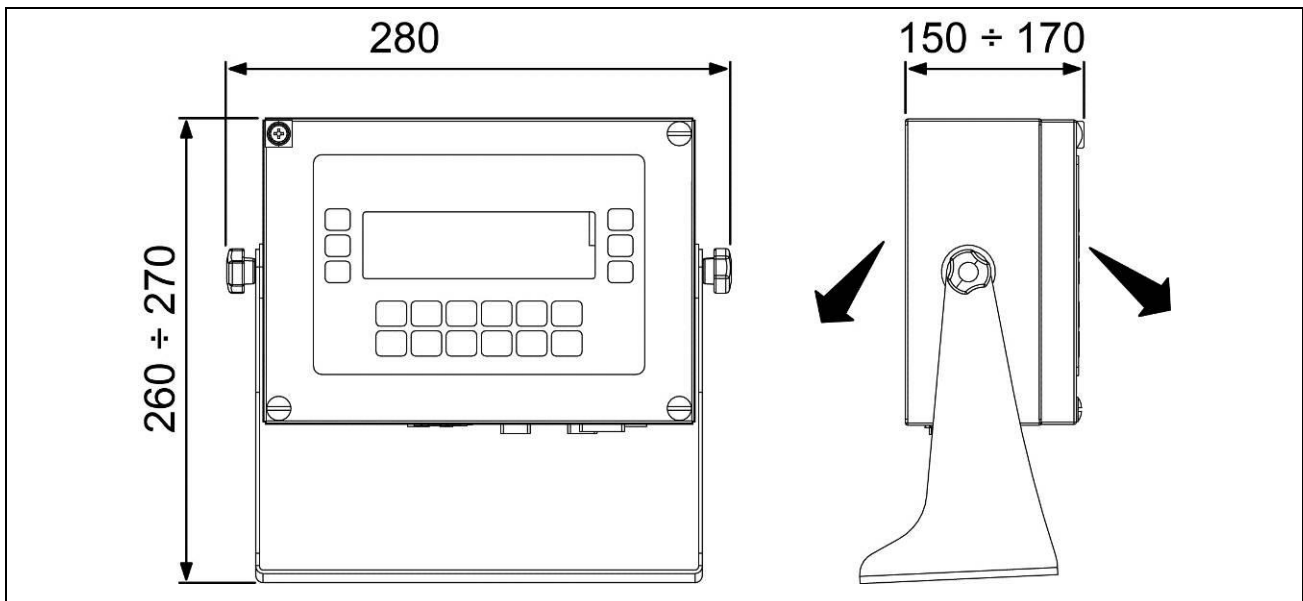

Abbildung 1.8-2 - Abmessungen des Wägeterminals in der Edelstahlausführung, Tischaufstellung
- Abmessungen (ausgedrückt in mm): siehe Abbildung 1.8.2.